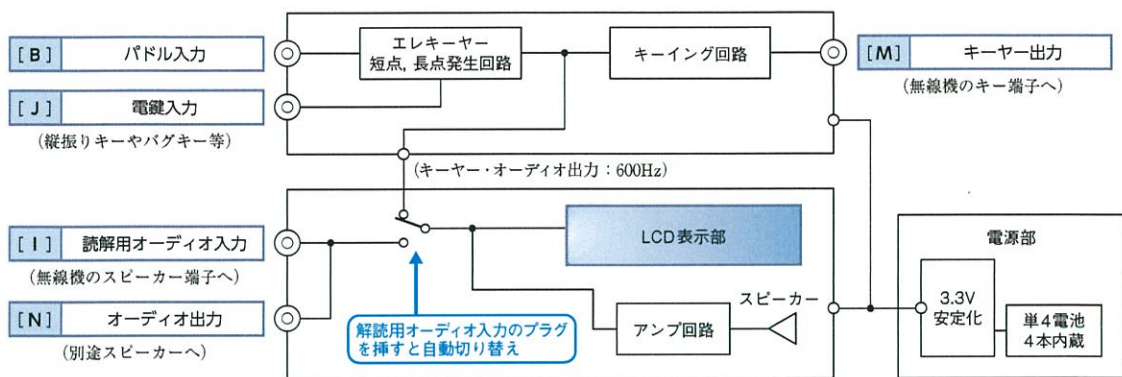

図1 「CW-49」のブロック図
④ 上記の②のプラグに挿すと、読解の表示もモニターの音も外部入力側になります。図1に示す本製品の内部構成図をご参照ください。この場合、エレキーヤーと読解器は別々に使えますが、モニター音はあくまで読解器側です。